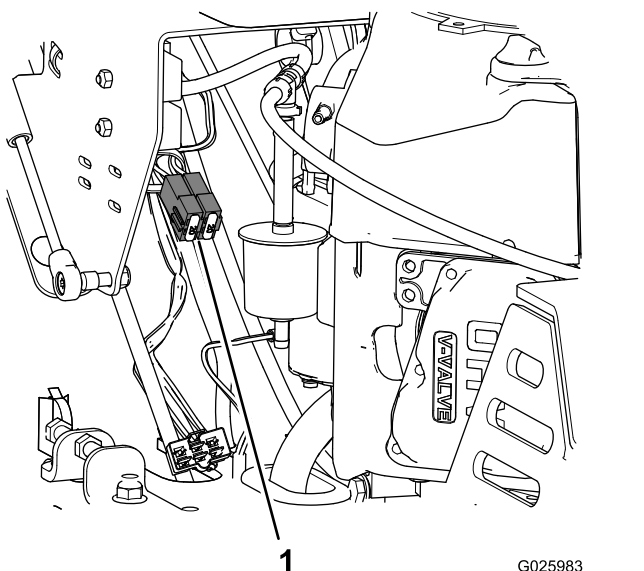

Figure 42
3. Sortez le fusible de son emplacement dans le porte-fusibles (Figure 42).
4. Insérez un fusible de même type et de même intensité dans l'emplacement dans le porte-fusibles (Figure 42).